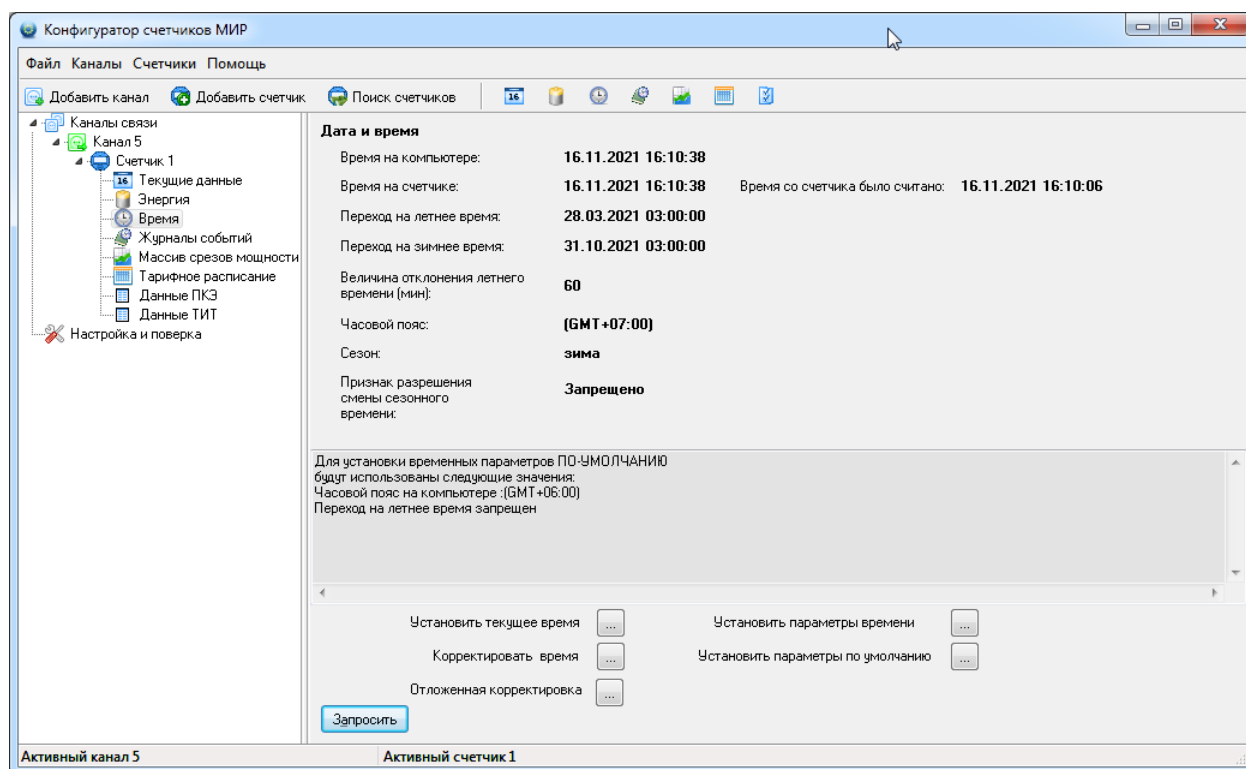

Рисунок 9.36 – Окно параметров ведения времени
9.6.10.2 Для перехода на страницу параметров ведения времени необходимо выбрать требуемый счетчик в дереве объектов, затем дважды кликнуть по нему указателем мыши. В появившемся выпадающем списке выбрать пункт *Время* (рисунок 9.36).